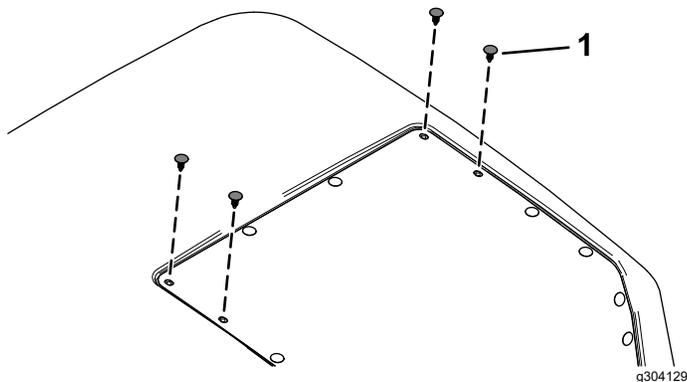

Figura 23
9. Retire del capó los 4 tapones de plástico indicados en la Figura 23.